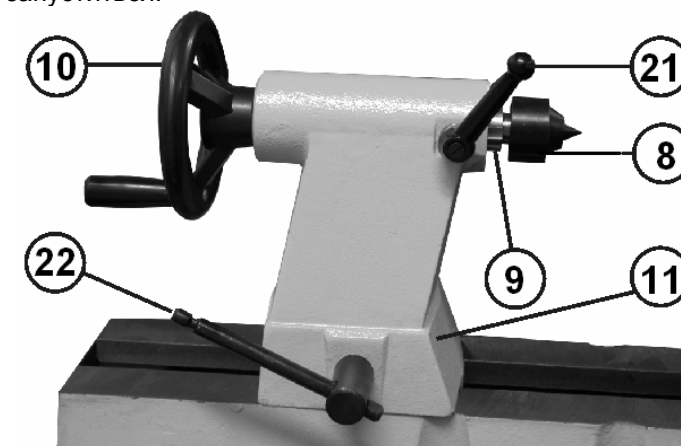

Рис.13
**9.4. Задняя бабка (Рис. 13)**